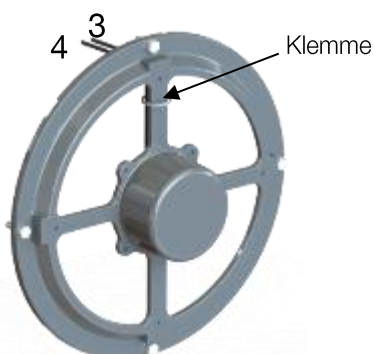

Abbildung 14.38: PMG-Kabelbindung
- 4) Binden Sie die Anschlusskabel (3 und 4) des PMG mit der Polyamidklemme 6.6 in der hinteren Abdeckung fest, gemäß Abbildung 14.38.